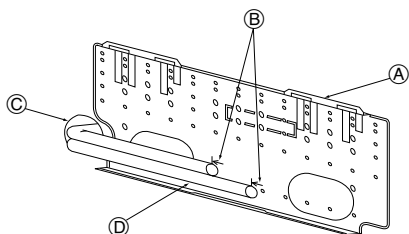

Fig. 3-5
① Attachez un fil à l'orifice.
② Ce niveau peut être obtenu facilement en attachant un poids au fil et en alignant le fil avec la marque.
3.3. Lors de l'encastrement des tuyaux dans le mur (Fig. 3-5)